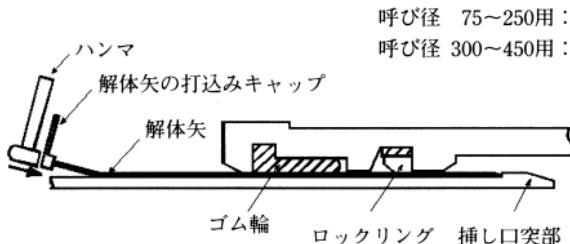
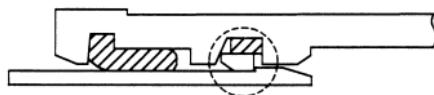
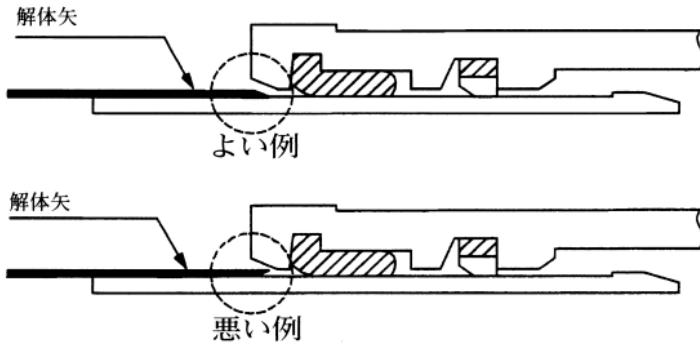

図84 解体矢の打ち込み
図85 解体矢が入りにくい状況
図86 解体矢のテーパの向き
- (1) 継手部をまっすぐな状態にする。(継手部が屈曲していると解体矢が挿入できない箇所がでてくる場合がある)
- (2) 受口と挿し口のすき間から、呼び径に応じた専用の解体矢(図84参照)を均等(円周8~12ヶ所)に、ハンマで所定の位置(先端が挿し口突部にあたる)まで打ち込む。この時、解体矢の先端のテーパの向きは図86の通りとする。また、解体矢には滑剤を塗ると打ち込みやすくなる。なお、図85のように挿し口突部がロックリングに引っかかっているときは、解体矢が入りにくいので、挿し口を少し挿入するとよい。